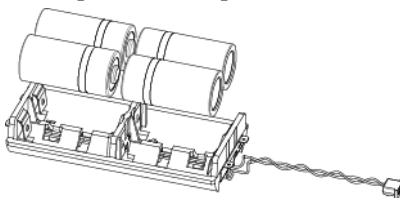

Figure 11
3. Insérez les piles neuves en respectant les polarités (*reportez-vous à la Figure 11*).
4. Insérez des piles neuves en respectant les polarités (reportez-vous à la Figure 11), puis refermez le couvercle du compartiment à piles.